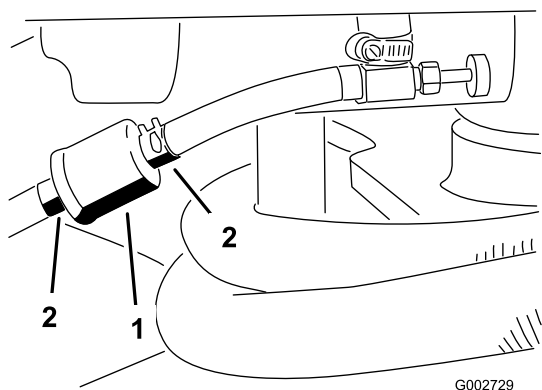

Figura 29
1. Feche a válvula de bloqueio do combustível, liberte o dispositivo de fixação da mangueira que se encontra no carburador, na zona do filtro, e retire a tubagem de combustível do filtro (Figura 29).